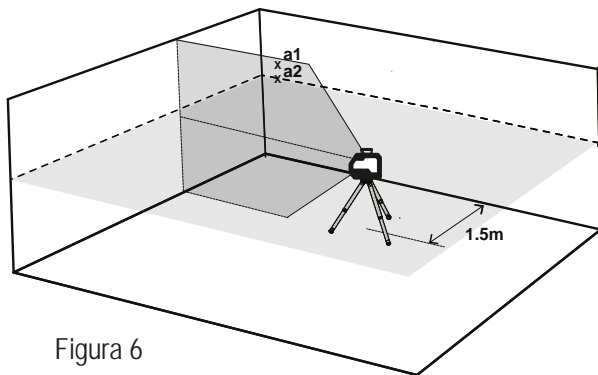

Figura 6
- Gire el nivel láser en sentido contrario de las manecillas del reloj hasta que la sección cruzada de los rayos se mueva aproximadamente  $90^\circ$ , marque un punto **a2** en la pared cerca de **a1** en medio del rayo horizontal (ver la figura 6).